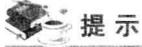

图 4-5-2
(2) 命令行提示“选择对象”，选择左侧局部剖面图形，按Enter键。
(3) 命令行提示“指定基点”，捕捉并单击局部剖面图形的中点，如图4-5-2所示。基点是指当选定对象的大小发生改变时位置保持不变的点。